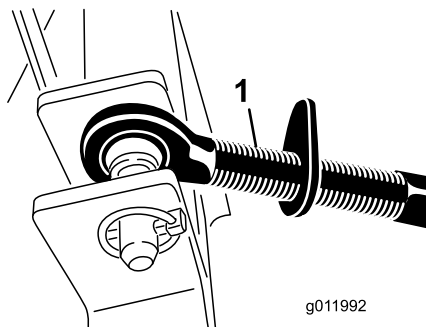

Figura 4
1. Ligue a articulação superior aos orifícios no suporte do soprador e prenda-a com o passador de forquilha e o pino de sujeição (Figura 4).